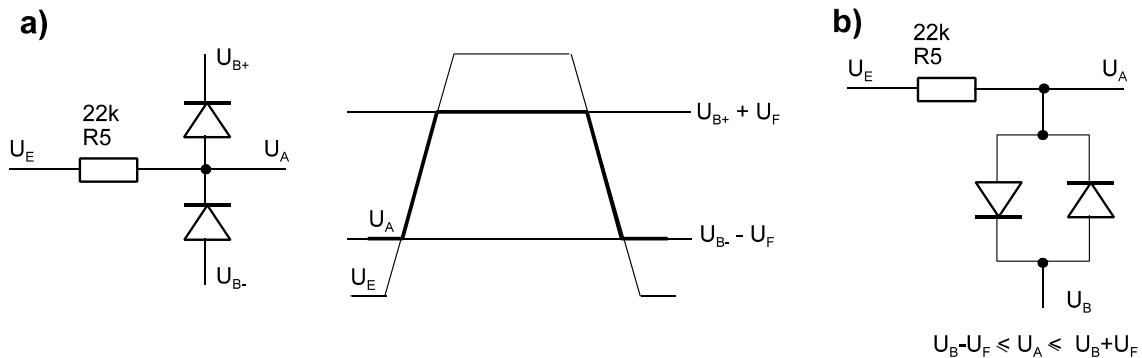

**Abb. 4.2** Torschaltung. Ist Steuerspannung + maximaler Wechselfspannungswert < Sperrspannung, so ist der Signalweg gesperrt.
- Torschaltungen (Abb. 4.2) sollen Signalflüsse steuern (mit anderen Worten, Signale durchlassen oder nicht durchlassen).